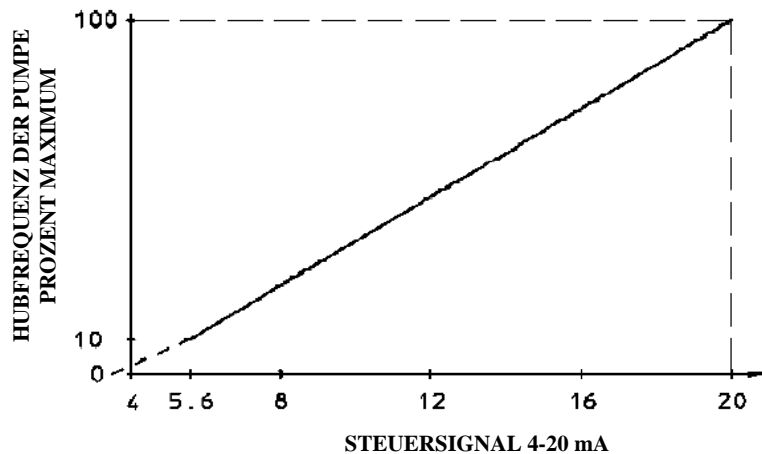

ABBILDUNG 13
- Das Eingangssignal 4 - 20 mA beeinflusst den Pumpenausgang, so wie in dem unten dargestellten Graf angezeigt (Abb. 13).